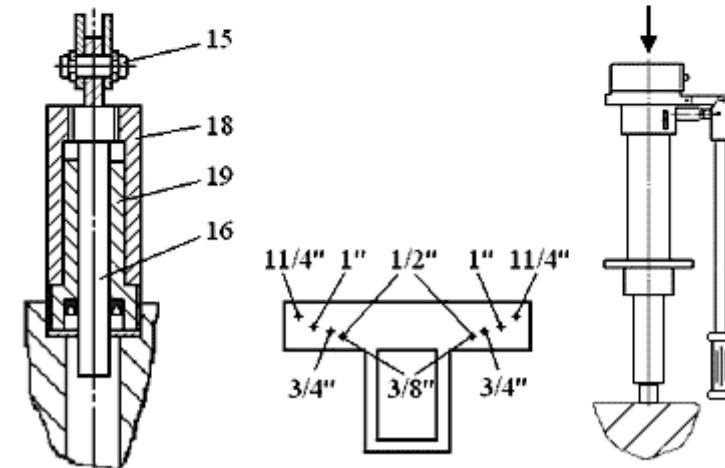

Рис.2
5.4. Установите упоры 4 в отверстия траверс 2 и 3 на **одинаковом расстоянии относительно оси гидроцилиндра согласно обозначениям на рис.2.**